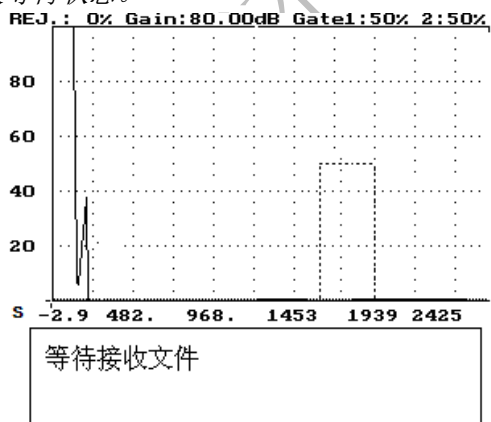

图 27-1
6、按进入键——此时屏幕下方的文件操作菜单消失，并显示：“等待接收文件”，如图 27-1 所示。探伤仪 A 处于等待状态。